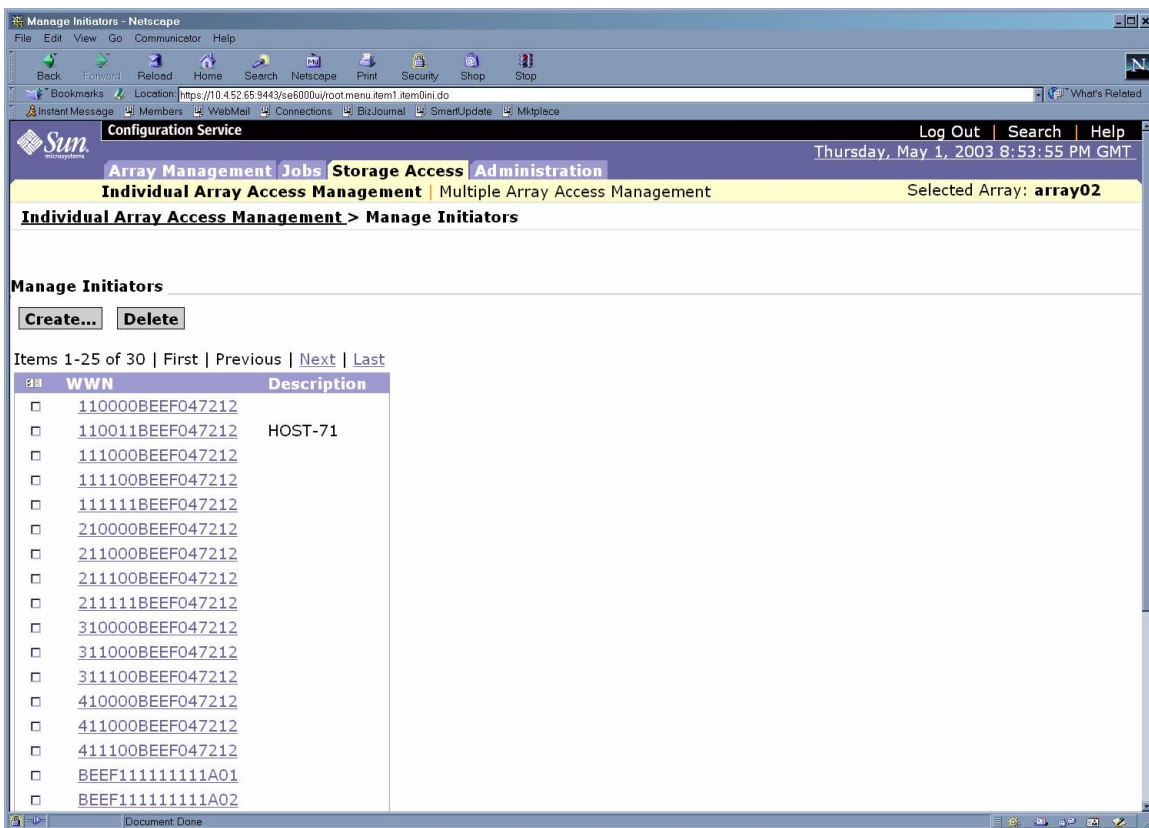

図 6-32 個別アレイのアクセス管理 - イニシエータの管理
7. 「イニシエータの管理」をクリックします。図 6-32 に示すような「イニシエータの管理」ページが表示されます。